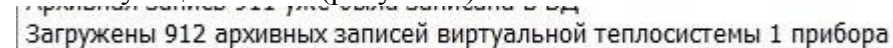

Рисунок 9.
5.1.8. Дождитесь окончания загрузки данных. В этом случае в «Журнале событий» появится соответствующая запись (рисунок 9).